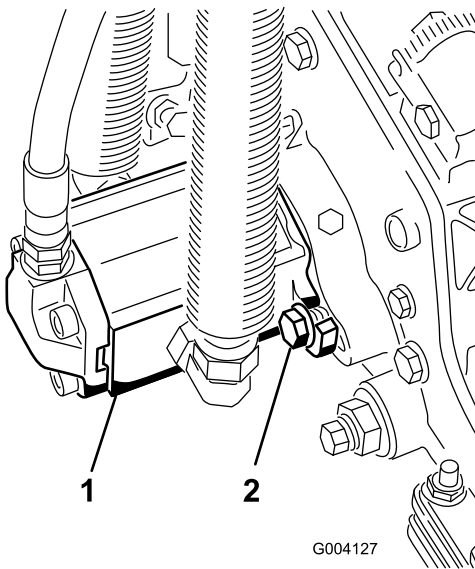

Figura 15
11. Installate il motore ruotandolo in senso orario in modo tale che le flange del motore liberino le viti a testa cilindrica (Figura 15).